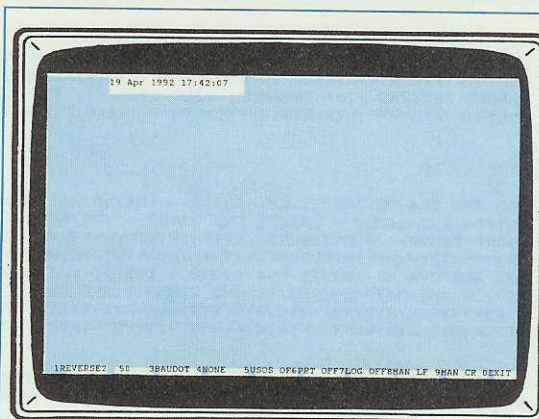

Fig.17 Per far apparire il testo RTTY, sul vostro monitor, dovrete premere per due volte il **tasto R**, poi il **tasto F1**.
Quando sullo schermo vi appare la pagina del testo che stiamo ricevendo, in basso sul monitor apparirà una riga (vedi fig.17) con dei numeri e di fianco a questi una finestra con delle scritte, delle quali vi spiegheremo la loro funzione.
- Eseguita questa operazione, dovete premere per **due** volte il tasto **R** e, così facendo, vi apparirà la pagina di ricezione del testo (vedi fig.17).